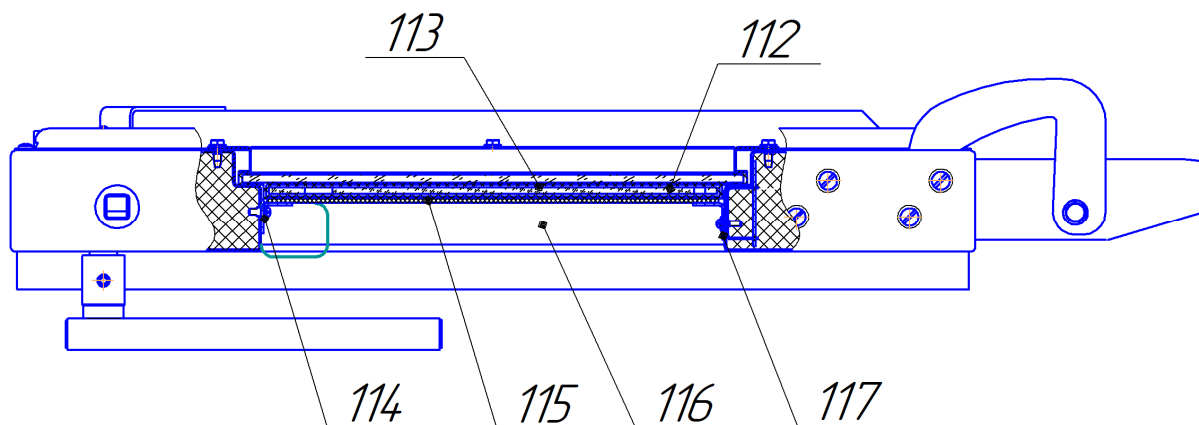

Рисунок 6- Распаковка стекла наружного
- извлечь стекло из пенополиэтилена поз.113 (см. рисунок 6).